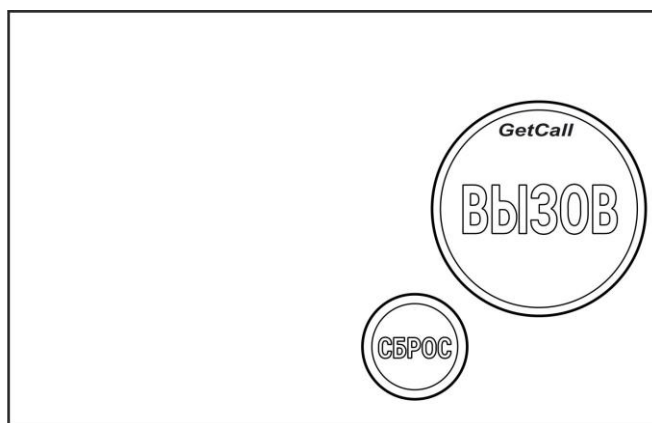

Рисунок 5.2. Влагозащищенная кнопка вызова GC-0422M1
2. Влагозащищенная кнопка вызова GC-0422M1 настенного крепления (рис.5.2). Кнопка вызова имеет влагозащищенность по группе IP54.